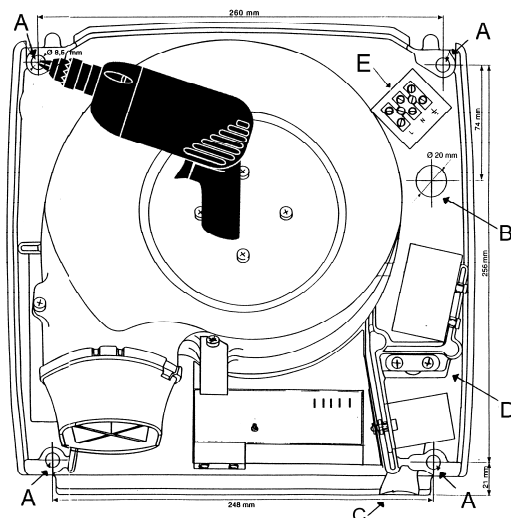

Fig. 1
- ❶ Befestigung der Bohrschablone (Fig. 1) in Waage an der Wand mit Selbstklebeband.
- ❷ Zeichnung durchbohren im Zentrum der Markierungen "A" (4 Löcher). Bohrlochgröße passend für Dübel für 8 mm Schrauben.
- ❸ Dübel in Bohrlöcher versenken und die Montageplatte mittels 8 mm Schrauben gut befestigen.
- ❷ Zeichnung durchbohren im Zentrum der Markierungen "A" (4 Löcher).
- ❸ Die Montageplatte mittels 8 mm Schrauben an der relevanten Fläche gut befestigen. Für Gipswände entsprechende Dübel verwenden.
- ❶ Bei direktem Elektroanschluss mit Unterputzkabel oder Kabeldose direkt hinter der Geräte-Montageplatte erfolgt Kabelführung durch das Loch "B" (Fig. 1) in der Montageplatte mit Anschluss an der Anschlussklemme "E". Anschluss mit 3 Adern mit Querschnitt von min. 1,5 mm² pro Leitung, empfohlene Länge 150 mm (7 mm abisoliert).
- ❷ Wenn der Anschluss wie unter Pkt. ❶ beschrieben nicht möglich ist: Bei der festen Installation vom Unterbrecherkontakt im Wandbereich das lockere isolierte Kabel durch das Loch "C" im Boden der Montageplatte führen. Das isolierte Kabel weiterführen durch den Entlastungsbügel "D", der danach wieder fest anzuschrauben ist, und an der Klemme "E" anschließen. Anwendung von max. 1,5 m langen, 3-adrigen Kabeln mit Erdleitung, Querschnitt pro Leitung min. 1,5 mm². Vor Befestigung des Gehäuses an der Montageplatte ist die kleine Aussparung im Boden des Gehäuses mit einer Zange und einer Feile zu entfernen, damit das kleine Loch von allen Graten und scharfen Kanten frei ist.